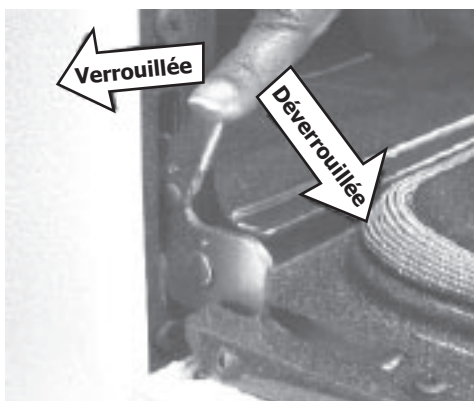

Figure 2
3. Tirez les loquets de charnières de chaque côté du cadre de la cuisinière complètement vers la porte du four (Voir figure 2 - en position déverrouillée). Un petit tournevis à tête plate peut être requis.
4. Poussez complètement les loquets de charnières de chaque côté de la porte du four vers l'encadrement de l'appareil (Voir figure 2 - en position verrouillée).